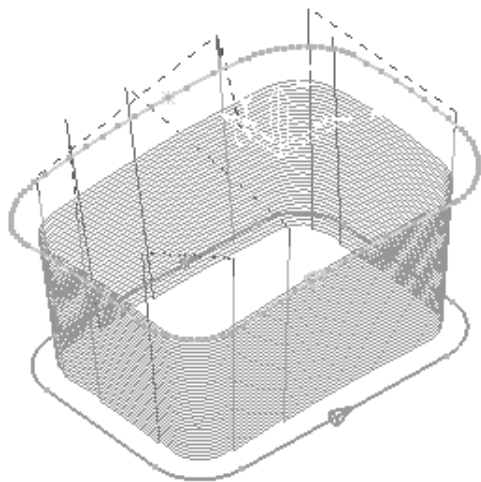

图 2-227 生成的刀具路径
4) 在“线框 SWARF 精加工”对话框中单击“应用”按钮和“接受”按钮, 确定参数并退出对话框, 生成的刀具路径如图 2-227 所示。